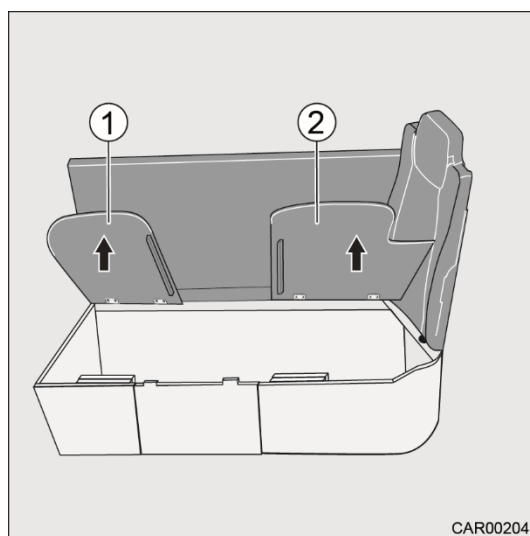

Fig. 26 Transformation du 5e siège
5. Relever les plaques de siège (Fig. 26/1 et 2).